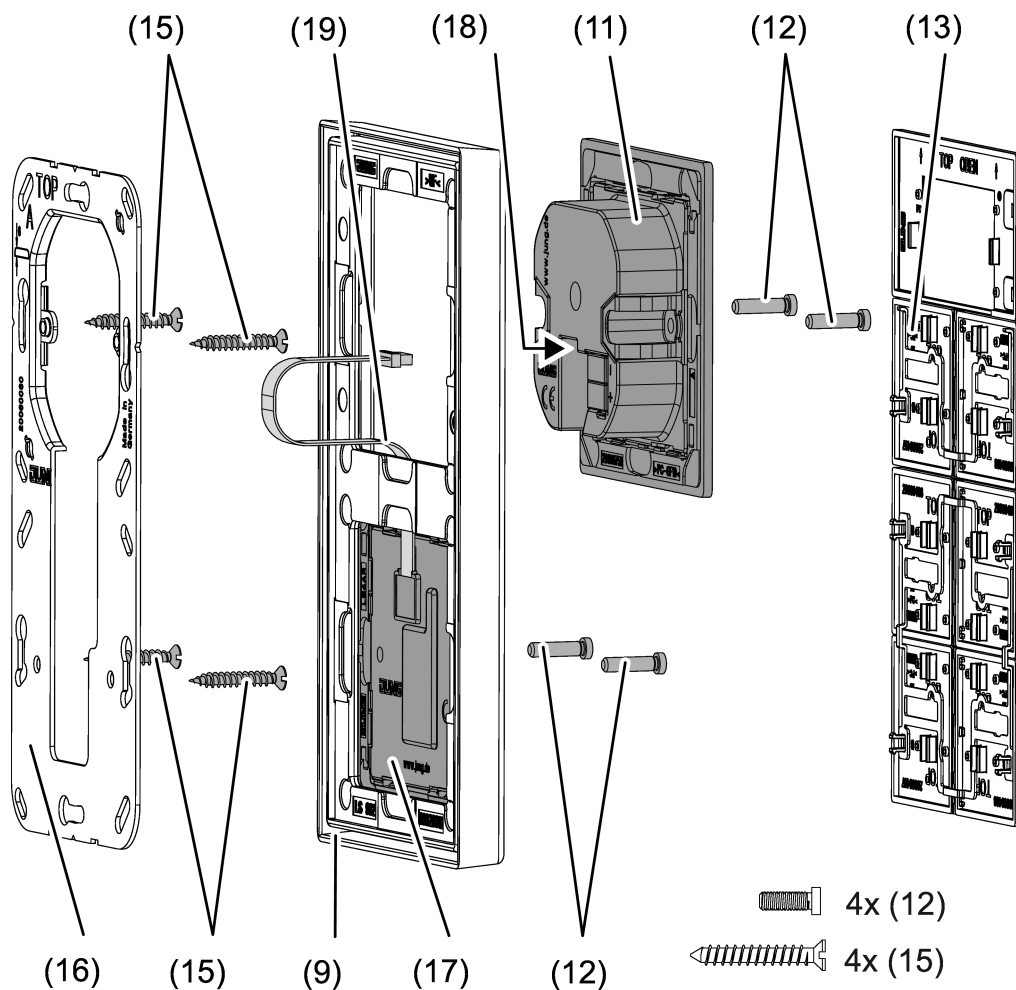

Bild 4: Montage mit Tastsensor-Erweiterungsmodul
Bei Verwendung des Tastsensor-Erweiterungsmoduls (siehe Bild 4): Bevorzugte Montage senkrecht. Großen Tragring (13) verwenden. Bei Montage auf nur einer UP-Dose die unteren Schrauben in der Wand versenken, z. B. mit Bohrung $\varnothing 6 \times 10$ mm. Tragring als Schablone verwenden.
- Tragring (8) bzw. (16) lagerichtig auf eine Gerätedose montieren. Kennzeichnung **TOP** = oben beachten; Kennzeichnung **A** oder **B** vorne. Ausschließlich die beiliegenden Dosenschrauben (15) verwenden.
- Rahmen (9) auf Tragring stecken.
- Tastsensor-Erweiterungsmodul (17) vorzugsweise unterhalb montieren. Anschlussleitung (19) zwischen Tragring und Zwischensteg führen.
- Tastsensor-Erweiterungsmodul: Anschlussleitung (19) lagerichtig in Steckplatz (18) im Regler-Modul einsetzen. Anschlussleitung nicht quetschen (siehe Bild 4).
- Regler-Modul (11) mit KNX-Anschlussklemme (14) an den KNX anschließen und auf den Tragring stecken.
- Regler-Modul (11) und Tastsensor-Erweiterungsmodul (15) mit beiliegenden Kunststoffschrauben (12) am Tragring befestigen. Die Kunststoffschrauben nur leicht anziehen.
- Vor Montage der Bedienflächen (13) die physikalische Adresse in das Gerät laden (siehe Kapitel Inbetriebnahme).